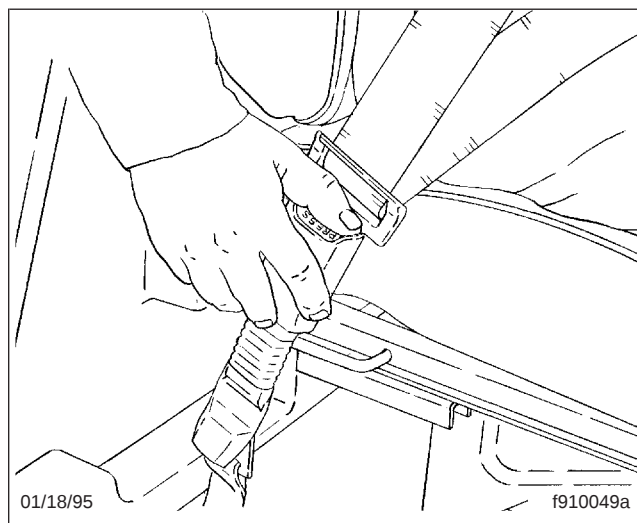

Fig. 3.17, Dégagement de la ceinture de sécurité à trois points
5. Pour déboucler la ceinture de sécurité à trois points, appuyez sur le bouton de la boucle tel qu'illustré à la figure 3.17. Si le dispositif Komfort Latch a été bloqué, dégagez-le en tirant sur la ceinture-baudrier. Si vous vous penchez vers l'avant contre la ceinture-baudrier, le dispositif Komfort Latch se dégage automatiquement et vous devez l'ajuster à nouveau.